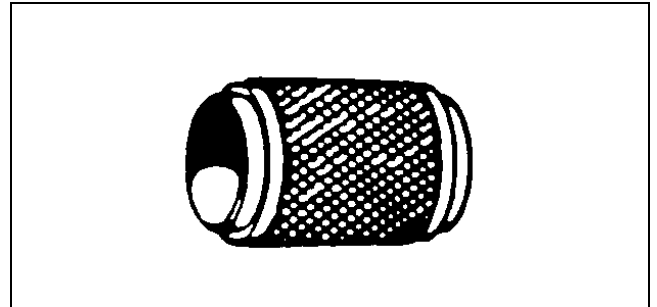

Figure 31
- TOR976697 Camshaft Seal Installer (Fig. 31)